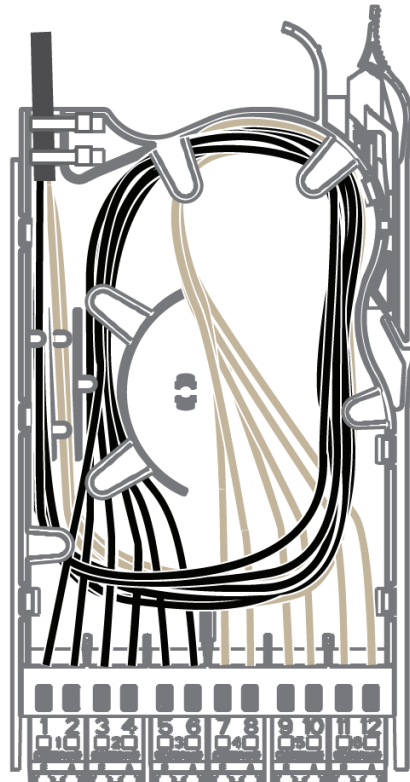

Abb.17 / Fig.17
4.2.5 Anschließend die letzten sechs Stecker in die Adapter 1 bis 6 einsetzen und die Fasern wie in Abbildung 17 gezeigt durchführen.
4.2.5 Then mate the last six connectors into adapters 1 through 6 and route the fibres as shown in Figure 17.